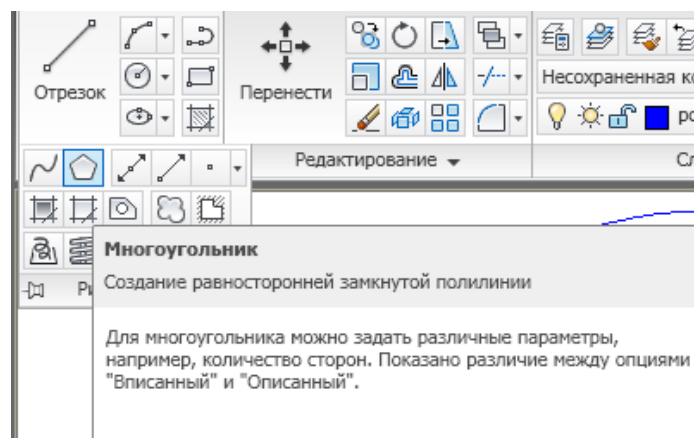

Рис. 12. Диалоговое окно **Многоугольник**
-  Строим окружность **C8** с радиусом **10 мм** и центром в точке **O1**, **C7** с радиусом **20 мм** и центром в точке **O3** (рис.12).
Команда: **МНОГОУГОЛЬНИК** (меню «Рисование» ⇒ «Многоугольник» рис.12)
На панели инструментов устанавливаем параметризацию, выбираем кнопку  «параллельность». Курсором мышки указываем на наклонную осевую линию, затем на отрезок (рис.12). Нажимаем **Enter**, повторяем эту операцию для второго отрезка.